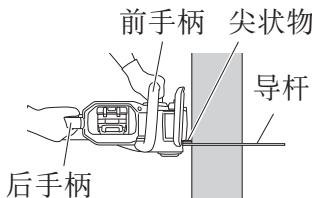

图 23
(4) 在水平锯割木材时, 将机体向右转, 使导杆位于下方, 并以左手握住前手柄上侧。水平握住导杆, 将位于机体前部的尖状物置于腰部。将尖状物作为支点, 通过将后手柄向右转动以切入木头。(图 23)